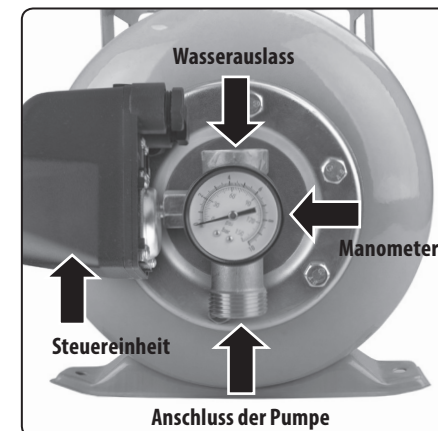

Abb. 3
- 1) Schrauben Sie am hinteren Teil des Behälters die Abdeckung des Luftventils (siehe Abb. 3) ab und mit einer Luftpumpe zum Befüllen von Reifen oder mit einem Fahrzeugkompressor bauen Sie einen Druck von 1,2- 1,5 bar - nicht mehr - auf (im Behälter ist
- 1) Auf das Verbindungsteil aus Messung mit 5 Ausgängen wird die Drucksteuereinheit mit den Kabellöchern nach oben geschraubt, d.h. über das Manometer, dann wird das Manometer gemäß Abb. 3 aufgeschraubt und dann wird das Verbindungsteil aus Messung auf das Gewinde des Wasserbehälters geschraubt.